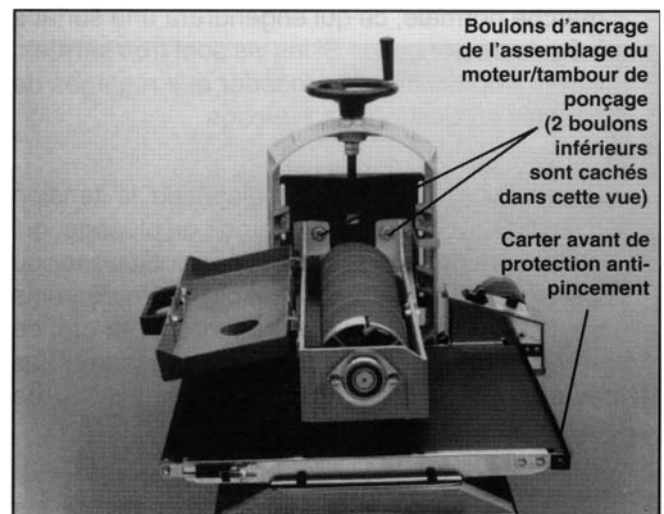

Figure 8
11. **ARRETER LA MACHINE** et revérifier après environ 50 heures de marche, que les boulons de fixation du moteur/tambour, ainsi que les rouleaux d'entrée sont bien serrés (voir figure 8)
3. **Boulons d'ancrage de l'assemblage du moteur/tambour de ponçage desserrés.** (Voir figure 8). Vérifier le serrage des quatre (4) boulons, 2 supérieurs et 2 inférieurs, et les resserrer au besoin.